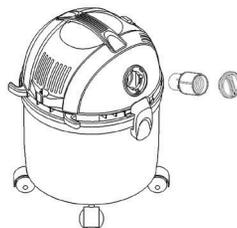

Рис. 3
- При использовании пылесоса как воздуходувки, поверните крышку против часовой стрелки и закрепите фиксатор для шланга в специальном отверстии на крышке (Рис. 3) и прикрепите насадку для выдува воздуха. Если вы хотите использовать пылесос в обычном режиме, верните крышку в исходное положение.